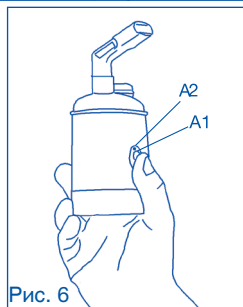

Рис. 6
6. Нажмите кнопку ВКЛ/ВЫКЛ (A1) (рис. 6); светодиод (A2) небулайзера загорится постоянным зеленым свечением и лекарственный препарат начнет выходить в виде аэрозоля.